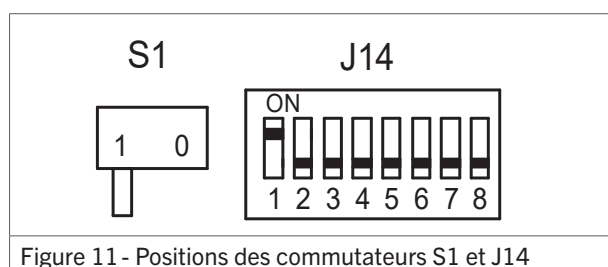

Figure 11 - Positions des commutateurs S1 et J14
2. Positionner comme suit les commutateurs S1 et J14 du module de commande (figure 11 / 12) :